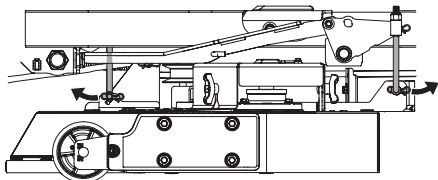

Figura 46
8. Extraiga el pasador de chaveta del extremo de la horquilla inferior de cada varilla de ajuste de altura de la plataforma. Hay uno al frente y uno atrás de cada lado de la plataforma (Figura 46) (se muestra lado izquierdo).